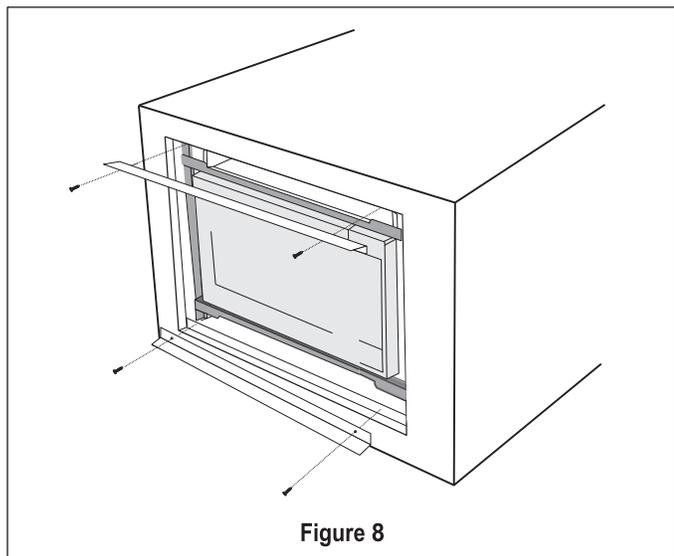

Figure 8
5. **INSTALLATION DU CADRE AVANT:** Placez le CADRE AVANT sur le CADRE ARRIÈRE et alignez les goujons à rotule et les récepteurs. Fixez le CADRE AVANT au CADRE ARRIÈRE en poussant fermement le CADRE AVANT sur le CADRE ARRIÈRE en engageant les 4 attaches à pression. Consultez Figures 8 et 9.
Consultez la Figure 8. Marquez les trous et pré-percez les entretoises de bois avec une mèche de 1/16 po.